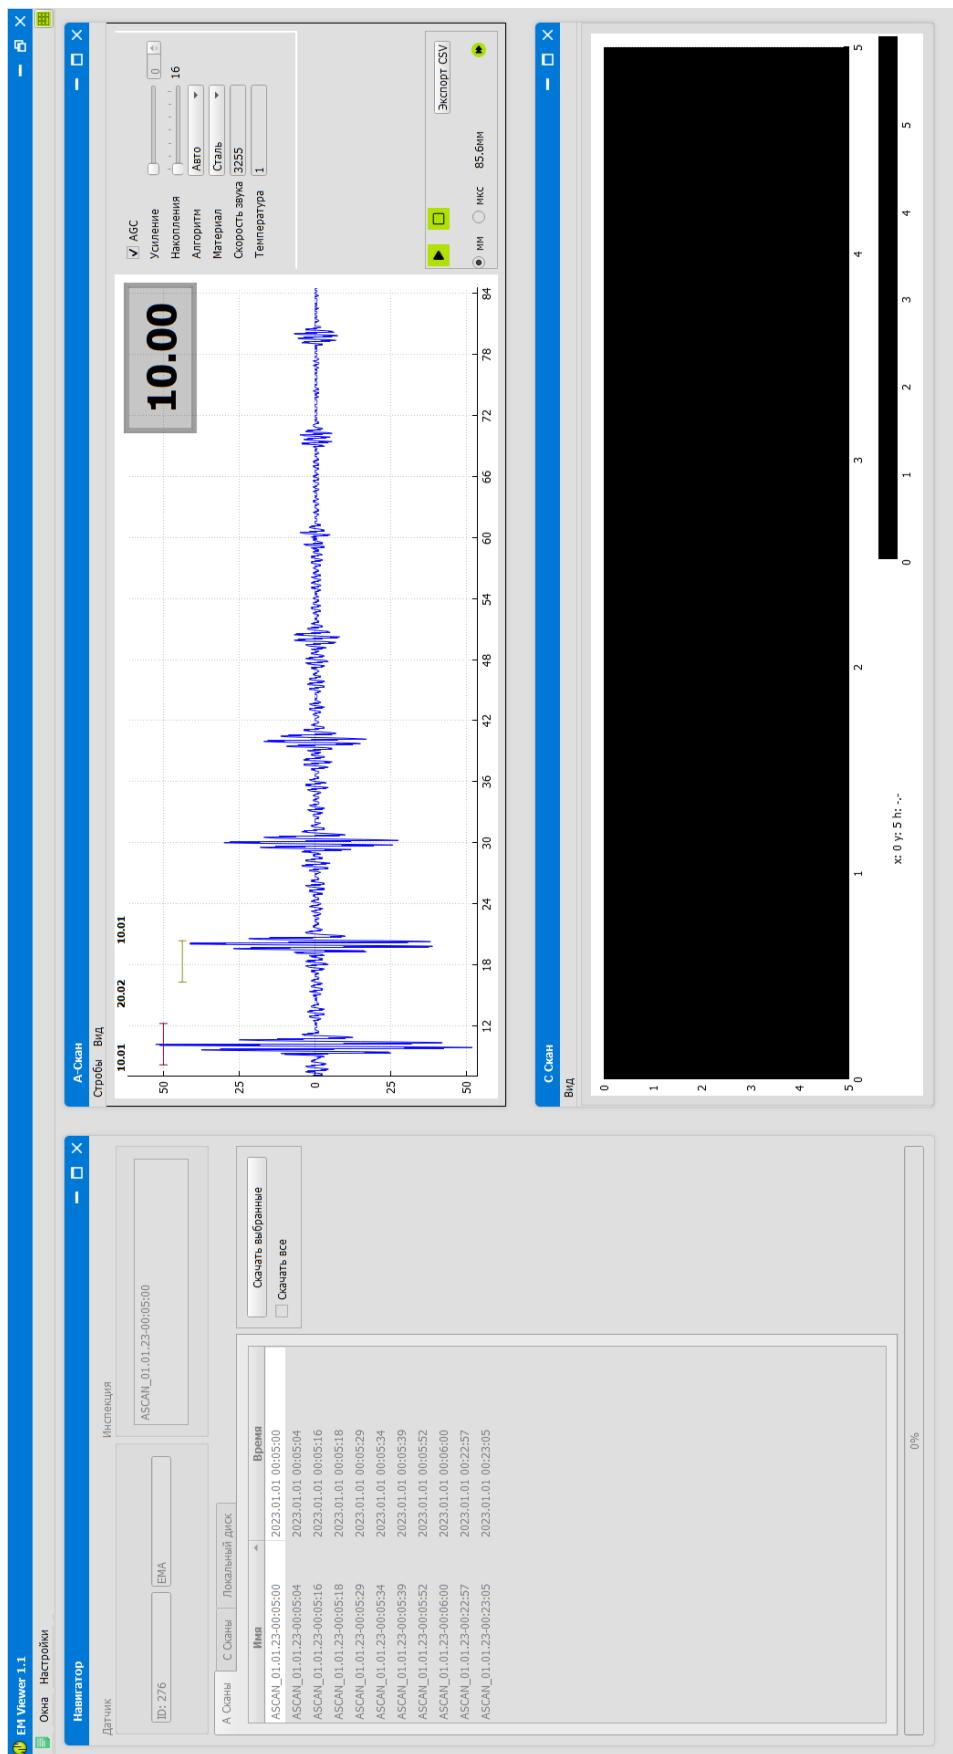

Рисунок 4.7 – Получение данных с ЭМАТ ЕМ1501 в реальном времени
► (Рисунок 4.7). Окно «Навигатор» станет недоступно.